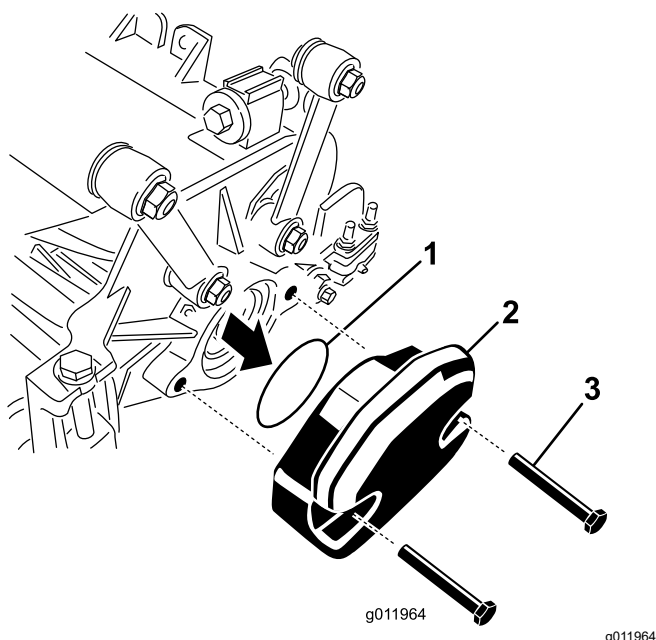

Figura 23
2. Retire os pesos e o anel de retenção (Figura 23) da extremidade interior da unidade de corte do lado direito.